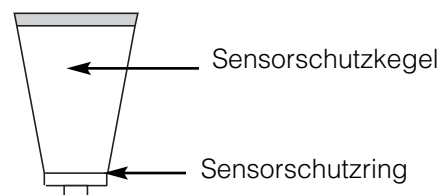

Abb. 3
- 4 - Den Zustand des Schutzringes am Ende des Sensorschutzkegels prüfen (Abb.3).